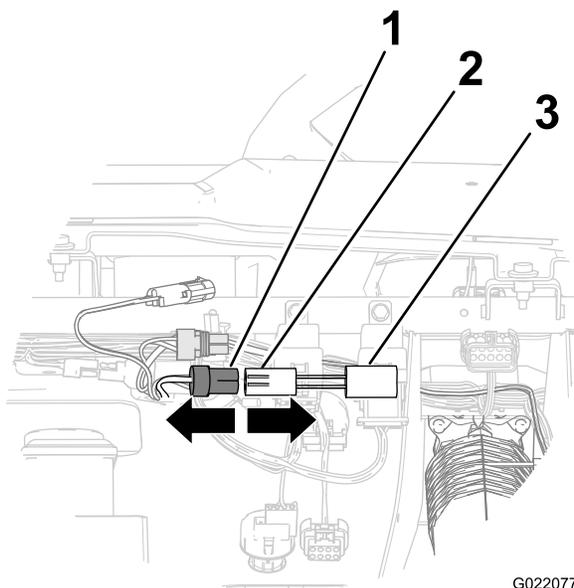

Bild 13
- B. Ziehen Sie den 2-Stift-Stecker des Maschinenkabelbaums vom Stecker des Verzögerungszeitgebers ab (Bild 13).